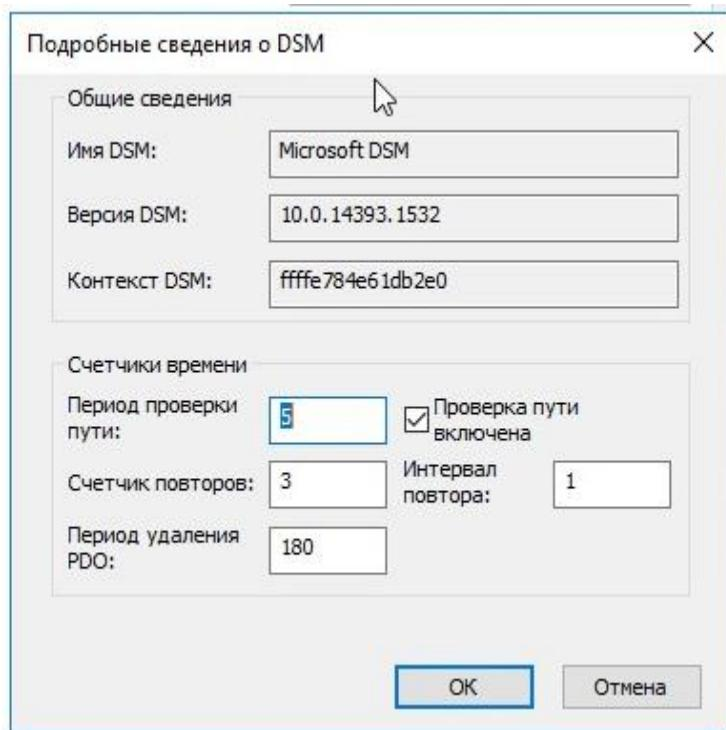

Рисунок 117. Настройка МPIO
3. В разделе «Управление дисками» панели «Управление компьютером» нажмите правой кнопкой мыши по созданному диску. В окне «Свойства: наименование диска» на вкладке «Многопутевой ввод-вывод» выбрать политику MPIO «Хотя бы глубина очереди» (см. Рисунок 117). Затем перейти на вкладку «Драйвер» и нажать кнопку «Подробно». В окне «Подробные сведения о DSM» задать рекомендуемые параметры, которые должны совпадать с ПТК.БАУМ. На этом настройки завершены. Рекомендуемые параметры для DSM модуля показаны на следующем рисунке (см. Рисунок 117).